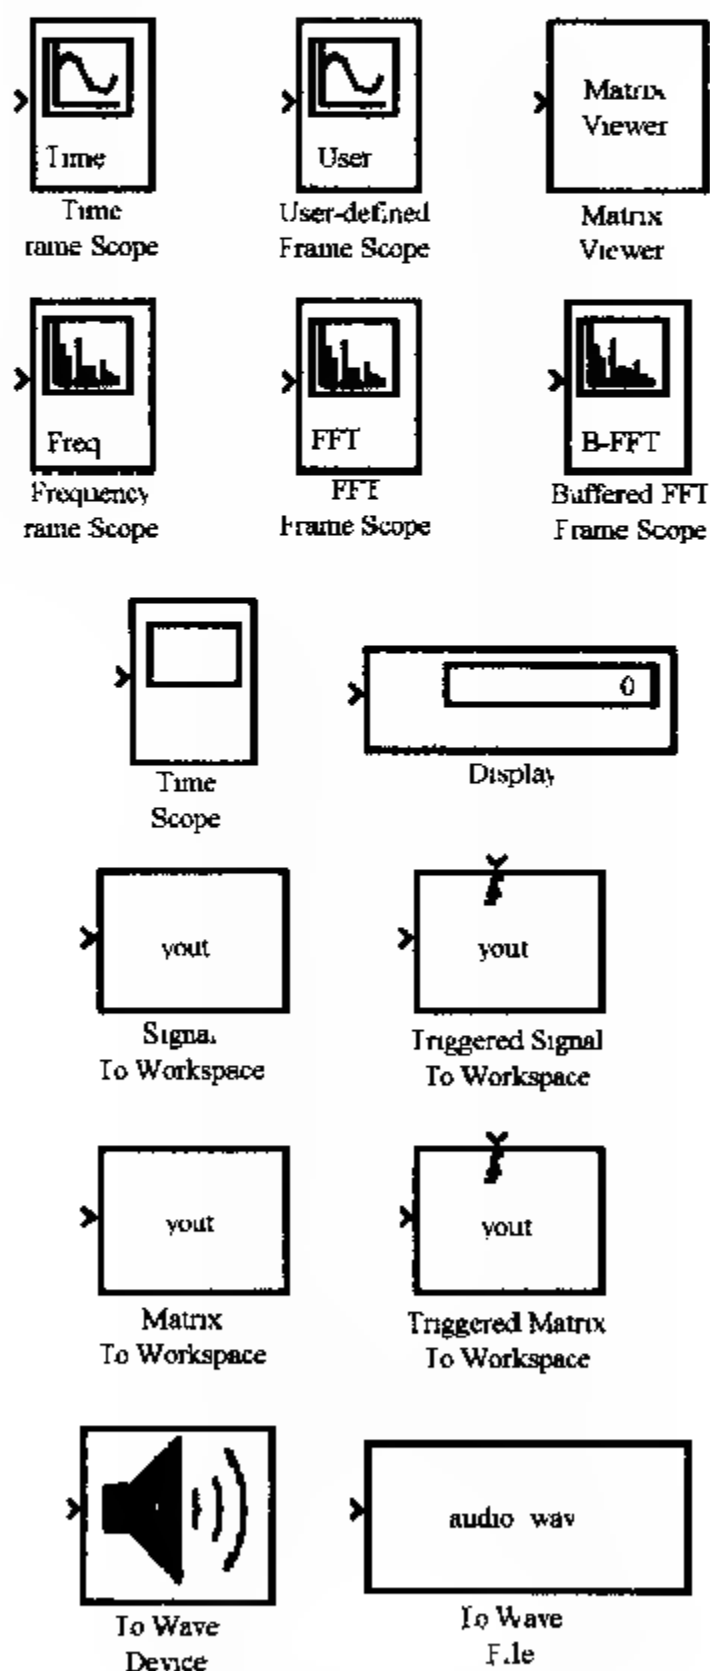

图 6.14 DSP 接收模块库中的模块
1) DSP Sinks(DSP 接收库),该库中包含的模块如图 6.14 所示.